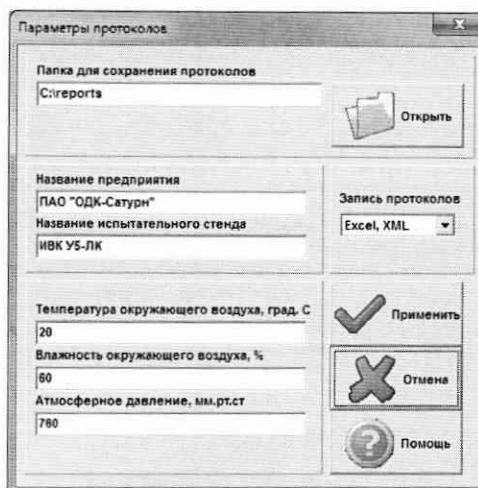

Рисунок 7 – Окно «Параметры протоколов»
8.6.8.5 В меню «Настройки/Протоколы» (Рисунок 7) задать путь к папке для сохранения протоколов и занести в протокол поверки условия окружающей среды (температура и влажность воздуха, атмосферное давление).